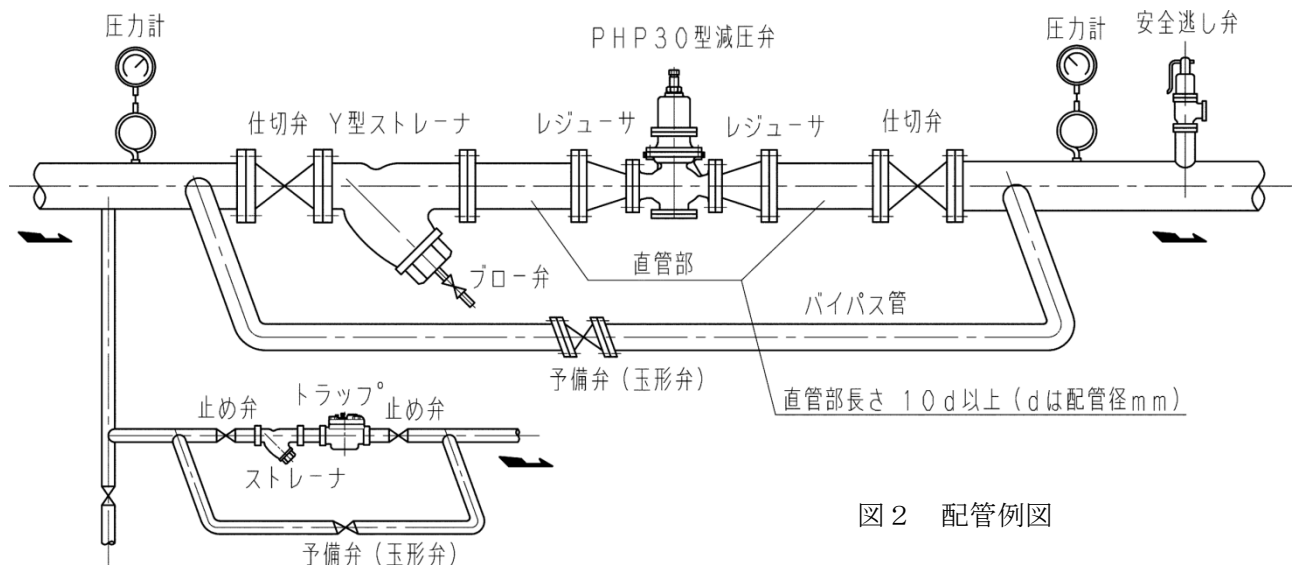

図2 配管例図
また、図2の配管例図に示すようにY型ストレーナ、安全逃し弁、圧力計、ブロー弁、前後弁(仕切弁)、バイパス管及び予備弁(玉形弁)、トラップを必ず設けてください。
- 2.3 配管に際しては蒸気の流れ方向と弁箱(3)に鑄出している矢印の方向を必ず一致させてください。また、図2の配管例図に示すようにY型ストレーナ、安全逃し弁、圧力計、ブロー弁、前後弁(仕切弁)、バイパス管及び予備弁(玉形弁)、トラップを必ず設けてください。